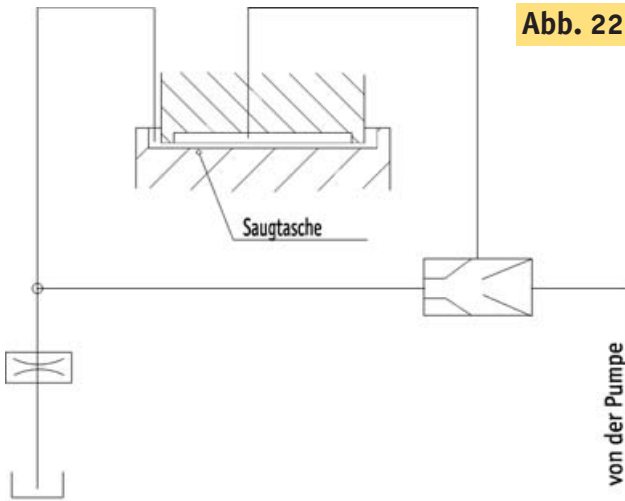

Abb. 22
7. Saugtaschenausführung (Siehe Abb. 21 und Abb. 22)
Es ist deshalb sicherzustellen, daß durch die Spalte der Unterdrucktaschen nur Öl, jedoch keine Luft angesaugt wird. Dies kann, wie in Abb. 21 dargestellt, mittels einem Ringkanal um die Saugtaschen, welcher mit geringem Überdruck (ca. 0,01 - 0,1 bar) mit Öl gefüllt wird, erreicht werden. Alternativ ist auch eine Lösung entsprechend Abb. 22 möglich. Hierbei wird das Öl durch Stege um die Gegenlaufbahn zurückgehalten. Vor und hinter jeder Saugtasche sind bei dieser Lösung Quernuten vorzusehen, durch welche das Öl während der Schlittenbewegung nachgeschleppt wird.